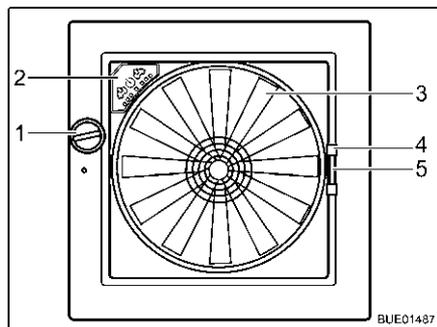

Fig. 124 Lanterneau Omni-Vent
Ouvrir : ■ Tourner le bouton rotatif (Fig. 124,1) jusqu'à ce que l'angle d'ouverture désiré soit atteint.
Fermer : ■ Tourner le bouton rotatif (Fig. 124,1) jusqu'à ce que le lanterneau soit entièrement fermé.
- Tirer la moustiquaire par la poignée (Fig. 124,4) vers le côté de cadre opposé.
- Presser la poignée (Fig. 124,5) du dispositif occultant.
Ventilateur Quand le lanterneau est ouvert, l'espace intérieur peut être ventilé et aéré avec un ventilateur à 6 niveaux de puissance (Fig. 124,3). La commande du ventilateur s'effectue sur son panneau de commande (Fig. 124,2).